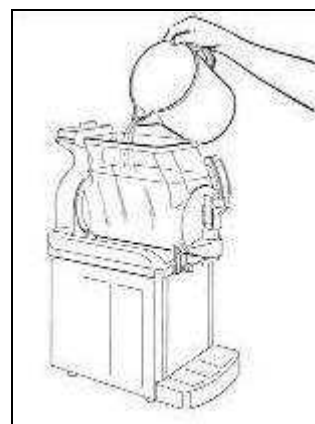

Fig. 12
- Riempire la vasca con acqua tiepida (fig.12) e dopo aver riposizionato il coperchio far funzionare il mescolatore per alcuni minuti.